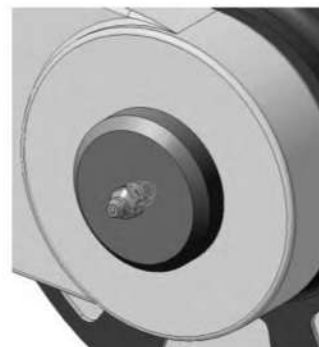

Рисунок 3.122. Результат добавления Масленки
10.4.8 Подтвердите создание объекта спецификации нажатием кнопки **ОК** (рисунок 3.122).